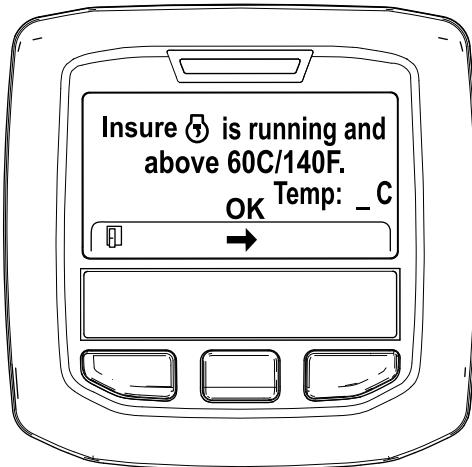

Figura 33
5. Se la temperatura del refrigerante è inferiore a 60°C, viene visualizzato il messaggio "Assicurarsi che ' sia in funzione e sopra 60°C". (Figura 33).